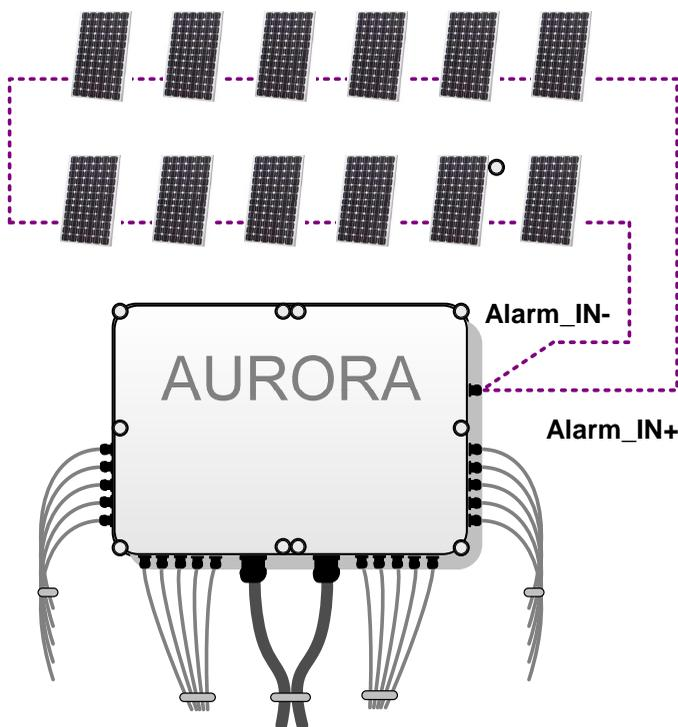
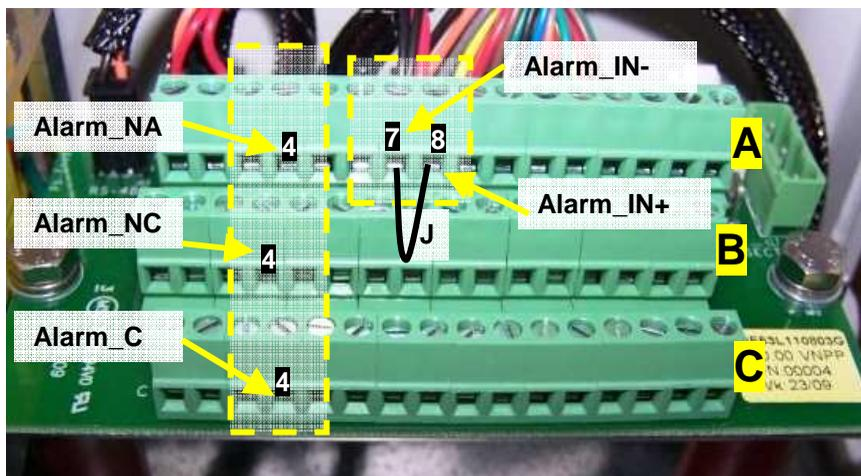

Figura 9-10: Esempio di collegamento filo antifurto
Figura 9-11: Morsetti per il collegamento Allarme Antifurto
Rimuovere il ponticello (J) fornito di serie e collegato tra i morsetti 7-8 della Morsettiera A (Figura 9-11).
Effettuare il collegamento del filo di ingresso dell'antifurto come indicato nella Figura 9-10, Figura 9-11, Tabella 9-4.
È possibile controllare da remoto la segnalazione di allarme, oltre al software di monitoraggio, anche tramite l'utilizzo del contatto ausiliario integrato (Figura 9-11, Tabella 9-4 "X4"). (Rif. §Allegato A: Dati Tecnici).